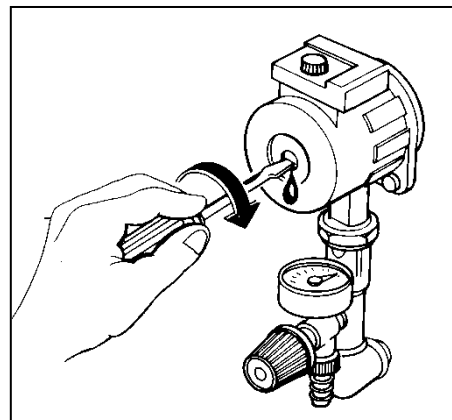

Bild 9
Zum Entlüften gehen Sie wie folgt vor (Bild 9):
- 3.1. Bestimmen Sie den Abstand zwischen Isolation und der Vorderseite der Flanschöffnung mit Hilfe der untenstehende Tabelle und Bild 9;